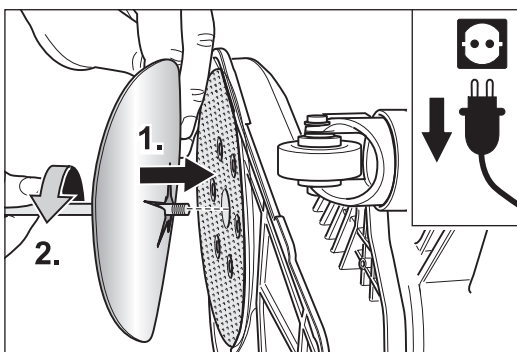

Bild 14 Lägg på den nya slipskivan (1.) och skruva fast den (2.).
- 6 Lägg på en ny slipskiva och stick in skruven med pappersspännskivan i hålet på sliptallriken (bild 14, 1.).
- 7 Skruva in skruven i sliptallriken med hjälp av universalnyckeln (bild 14, 2.). Se till att slipskivan i möjligaste mån sätts fast i mitten av sliptallriken.